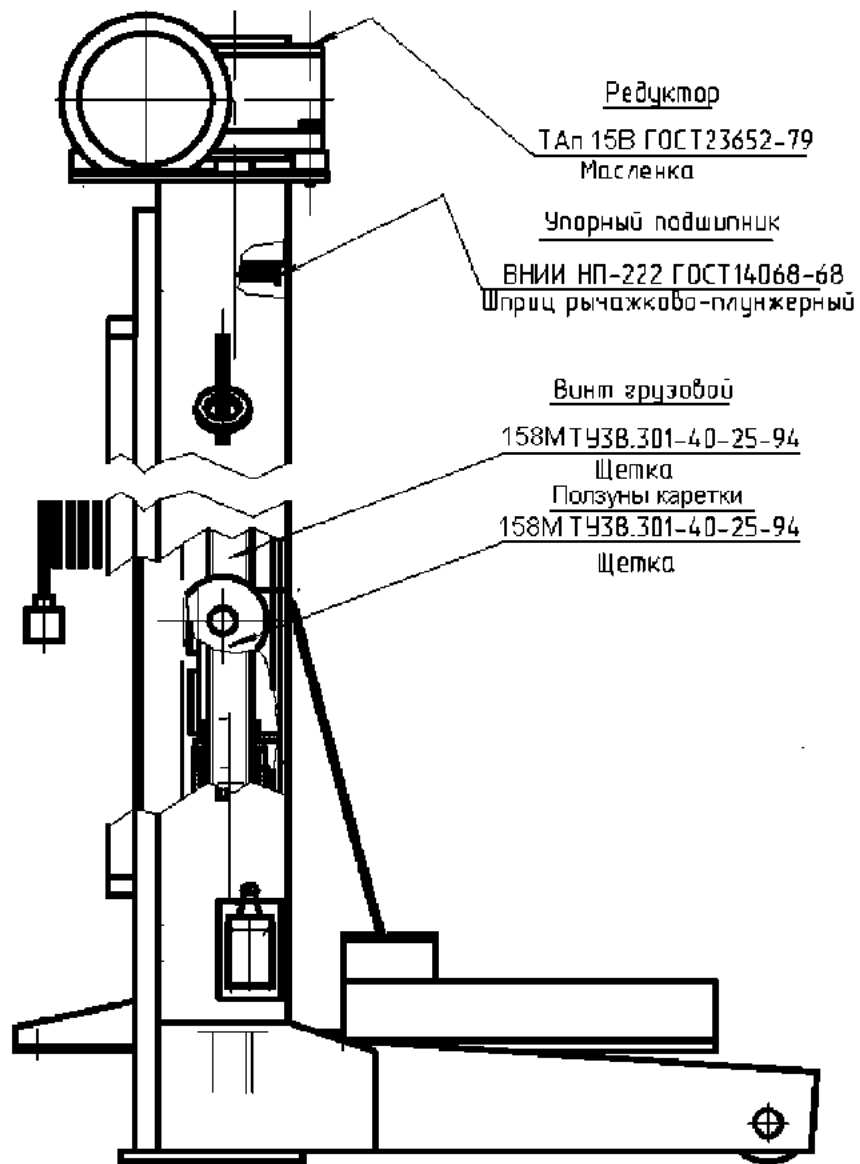

Рис. 6. Карта смазки стойки подъемника ППТ-28
6.2.2. Для ревизии состояния смазки трущихся деталей (см. карту смазки на Рис. 6), в каждой стойке необходимо:
- произвести смазку стоек подъемника в соответствии с картой смазки (см. Рис. 6).